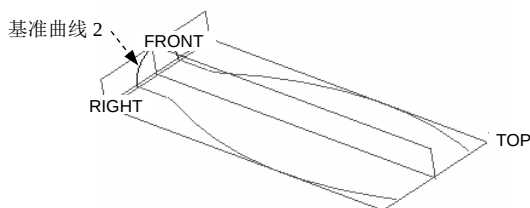
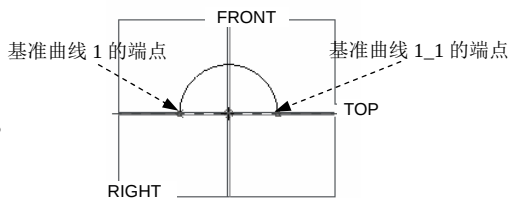

图 6.7.29 创建基准曲线 2
图 6.7.30 截面草图
- (2) 选择镜像命令。单击 **模型** 功能选项卡 **编辑** 区域中的“镜像”按钮 .
- (3) 定义镜像中心平面。选取 **FRONT** 基准平面为镜像中心平面。
- (4) 单击“镜像”操控板中的  按钮，完成镜像操作。
Step4. 创建图 6.7.29 所示的基准曲线 2。
- (1) 单击“草绘”按钮 .
- (2) 定义草绘截面放置属性：设置 **RIGHT** 基准平面为草绘面；采用默认的草绘视图方向；**TOP** 基准平面为草绘平面的参考；方向为 **顶**；单击 **草绘** 按钮。
- (3) 创建草绘图。接受默认草绘参考，再选取基准曲线 1 和基准曲线 1_1 的端点为草绘参考，然后绘制图 6.7.30 所示的截面草图，完成后单击按钮 （注意：圆弧的两个端点分别与基准曲线 1 和基准曲线 1_1 的端点对齐）。